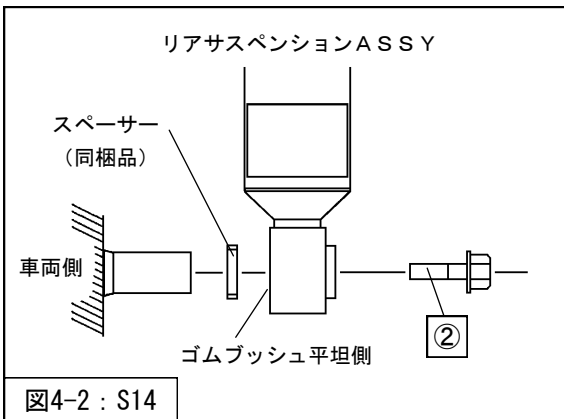
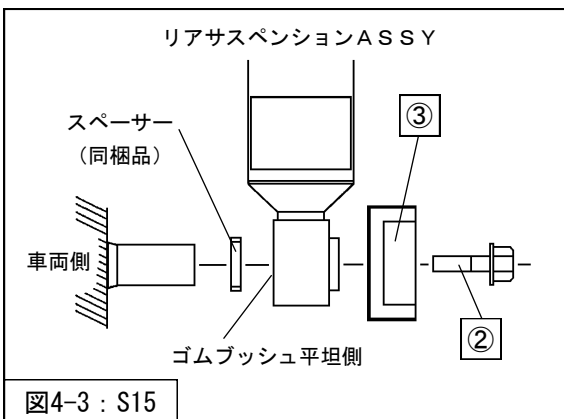

図4-2 : S14
図4-3 : S15
3. サスペンションロア取付け部の車両側のシャフトにスペーサー (同梱品) を取付けてください。(図4-2・図4-3)
4. ダイナミックサスペンション装着車は③ダイナミックサスペンションを取付けてください。(図4-3)
5. ②リアサスペンションASSYロア取付ボルト
- を取付けてください。(図4-2・図4-3)